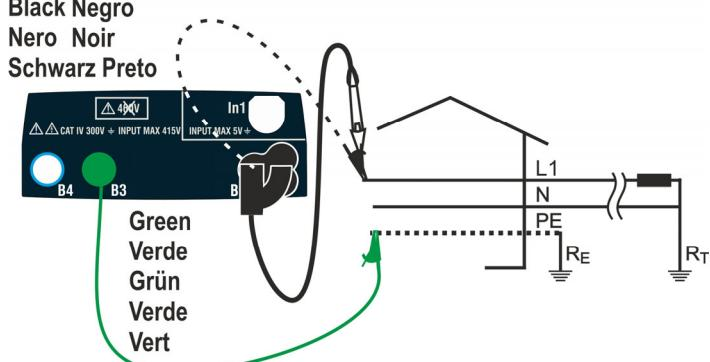
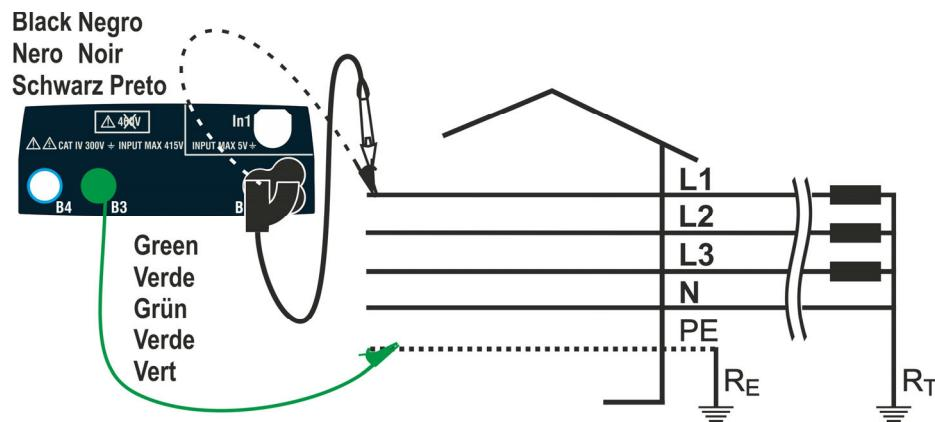
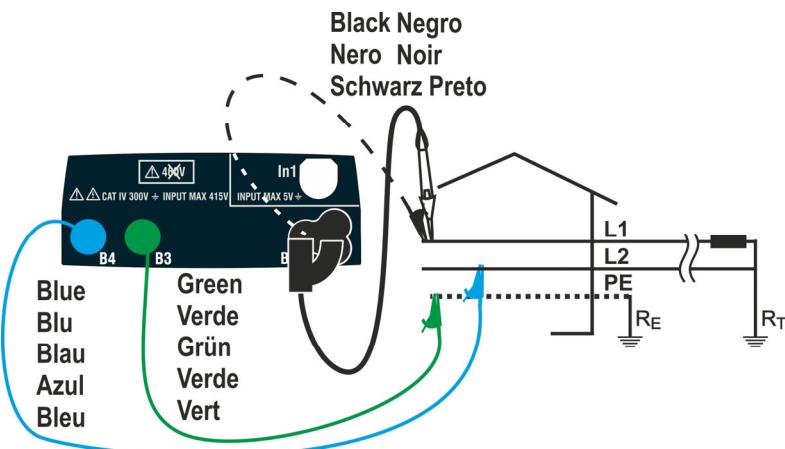

Fig. 32: Teste L1-PE de 2 fios para sistemas Monofásicos/Bifásicos com cabos e condutor remoto
Fig. 33: Teste L1-PE de 2 fios para sistemas Trifásicos com cabos e condutor remoto
Fig. 34: Teste L1-L2 de 3 fios para sistemas Biásicos com cabos e condutor remoto
4. Insira os conectores verde, azul e preto do cabo shuko de três pinos nos condutores de entrada correspondentes B3, B4 e B1 do instrumento. Como alternativa, use os cabos individuais e prenda os seus clipes de crocodilo nas extremidades livres dos cabos. Também é possível usar o cabo de teste remoto inserindo seu conector multipolar no cabo de entrada B1. Ligue a ficha Shuko, pinças crocodilo ou cabo de teste remoto à rede de acordo com Fig. 25, Fig. 26, Fig. 27, Fig. 28, Fig. 29, Fig. 30, Fig. 31, Fig. 32, Fig. 33 ou Fig. 34